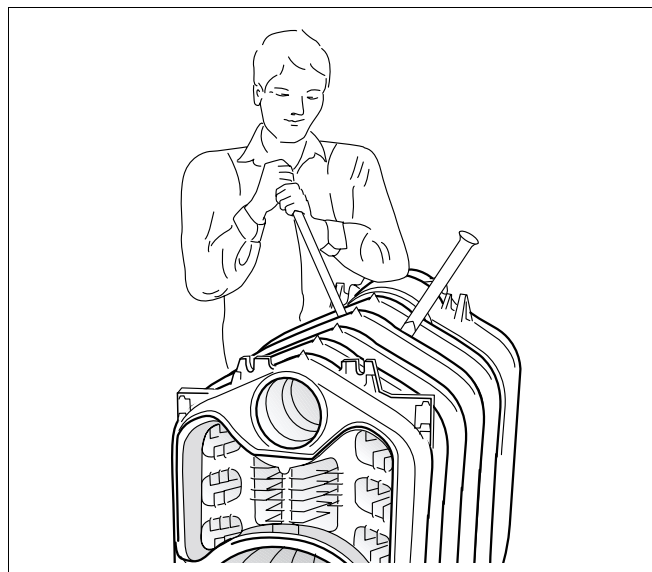

Fig. 33 Separarea blocului de cazan
- Prin fixarea penelor plate sau a unor dalte la locurile prevăzute, (Fig. 33, în sus sau în jos între elementii de cazan), se vor elimina neetanșeitățile înregistrate la cazan.